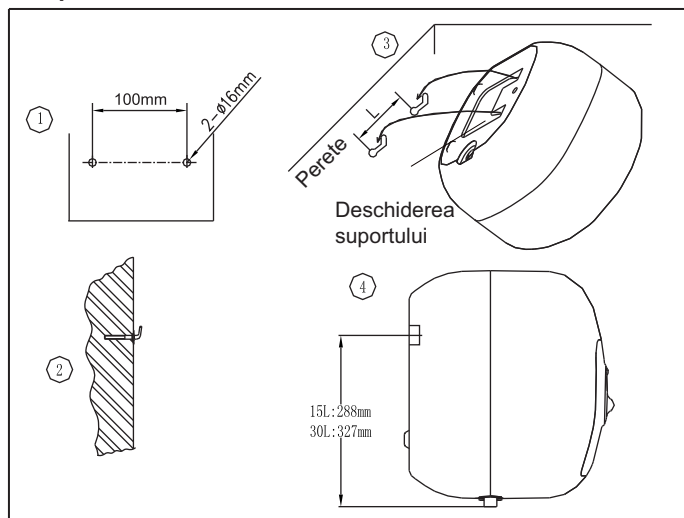

Figura 2
- ① Utilizați o mașină de găurit electrică pentru a face două găuri în perete. Distanța dintre cele două găuri trebuie să respecte indicațiile din figura 2.
- ② Introduceți diblurile în găurile efectuate astfel încât cârligele să fie orientate în sus.
- ③ Ridicați boilerul, agățați-l și fixați-l în cârlige.
- ④ Înălțimea găurilor trebuie stabilită ținând cont de poziția racordurilor hidraulice pe perete, de tipul conductelor hidraulice utilizate și de poziția suporturilor inferioare ale boilerului (a se vedea figura 2).